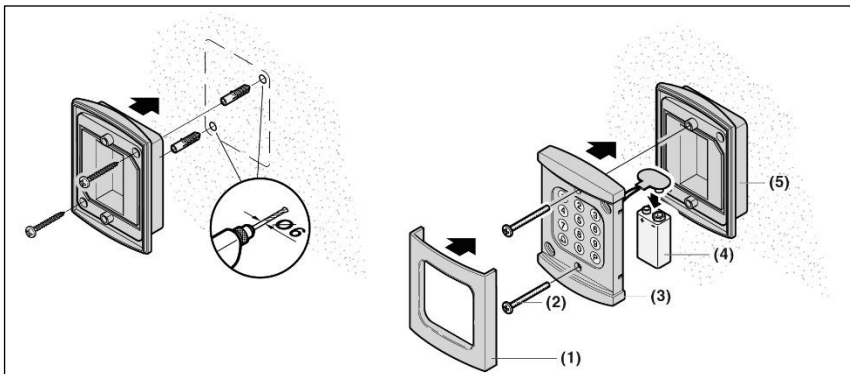

Fig. 1
3 Description d'appareil (Fig. 1 et Fig. 2)
4.1 Monter le bouton poussoir à code radio (Fig. 1)